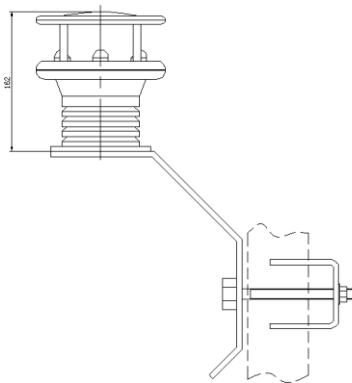

图 2-1 安装示意图
2.1.1 仪器的固定：用 2 组 M8x120 螺栓组把托盘及安装附件固定在立柱上（用户可根据实际需要，灵活的选择安装方式，但必须保证仪器的垂直放置），固定牢固。如图所示（图 2-1）：